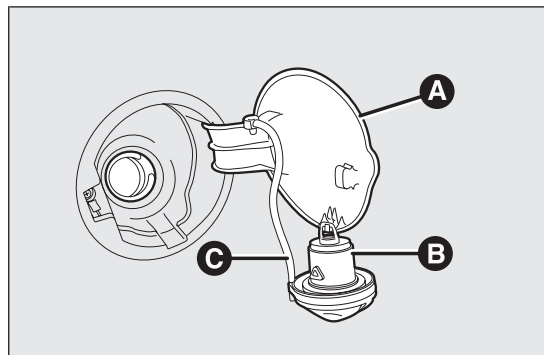

fig. 103
- 1) Abrir el tapa A fig. 103 tirando hacia fuera, mantener sujeto el tapón B fig. 103, introducir la llave de contacto en la cerradura y girarla hacia la izquierda.
El tapón posee un dispositivo para evitar su pérdida C fig. 103 que lo asegura a la tapa impidiendo que se pierda. Al repostar, enganchar el tapón a la tapa, como muestra la figura.